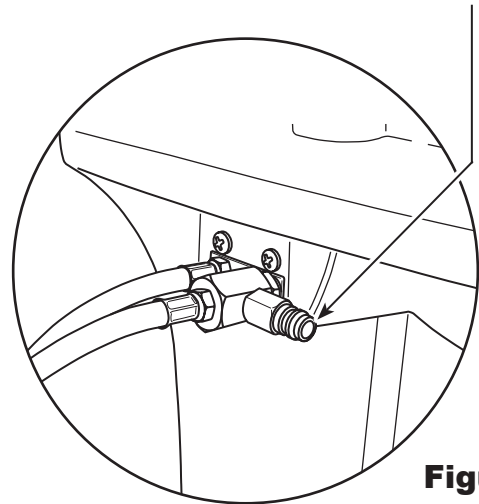

Figure 21
1. Avec la machine toujours connectée au véhicule et avec les coupleurs ouverts, connectez le coupleur côté basse pression (bleu) depuis la machine Robinair 25700 vers l'orifice de récupération du contaminant à l'arrière de la machine. Reportez-vous à la Figure 21. Ouvrez les vannes du coupleur.